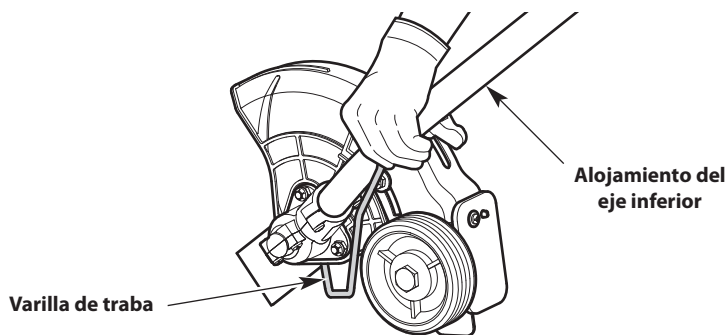

Fig. 17
2. Mantenga la varilla de traba en su lugar sosteniéndola al lado de la alojamiento del eje inferior (Fig. 17).
5. Mantenga la varilla de traba en su lugar sosteniéndola al lado de la caja del eje (Fig. 17).